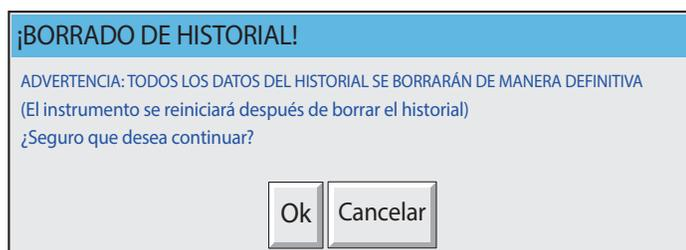

Imagen B8.2 Cuadro de diálogo de confirmación
2. Pulse el botón «Aceptar» en el cuadro de diálogo que aparece (imagen B8.2). Esta acción inicia el proceso de borrado de los archivos del histórico del registrador. Una vez que el proceso ha finalizado, el registrador se reinicia.